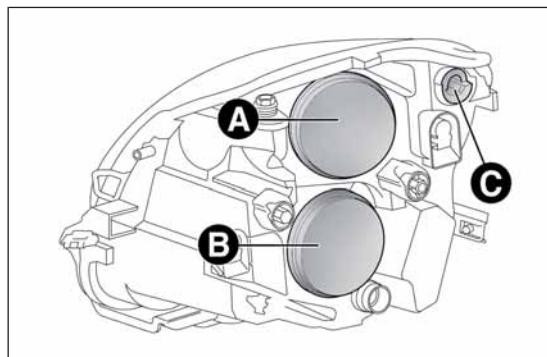

fig. 133
Contengono le lampade delle luci di posizione/luci diurne (D.R.L.), anabbaglianti, abbaglianti e direzione. La disposizione delle lampade è la seguente fig. 133:
- toglì il coperchio A fig. 133;
- rimonta il coperchio A fig. 133.
- togli il coperchio B fig. 133;
- rimonta il coperchio B fig. 133.